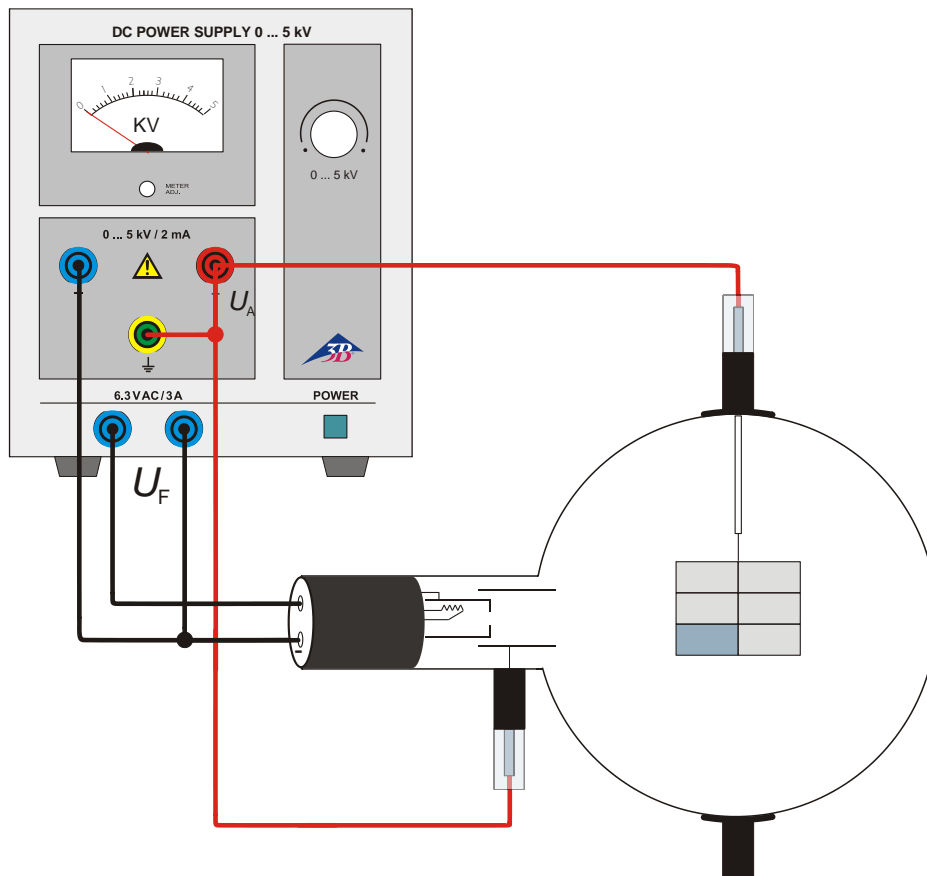

Fig. 1 Excitation par rayonnement d'électrons
- Raccordez le tube luminescent comme le montre la figure 1.